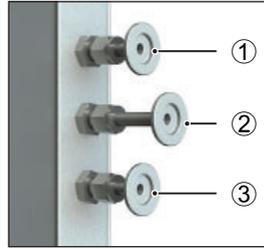
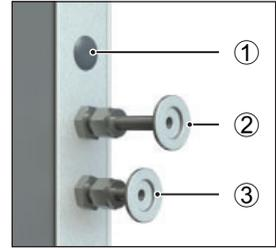

Fig. 21 Conexiones en la parte posterior de los equipos VO 49 Premium y VO 101 Premium
Fig. 22 Conexiones en la parte posterior de los equipos VO 29 Premium y de todos los modelos estándar
Conecte la conexión de vacío en la parte posterior del equipo (Fig. 21 y Fig. 22 ③), con ayuda de la manguera de conexión, con la conexión de la bomba de vacío del módulo de bombeo u otra bomba de vacío adecuada.
Conecte el cilindro de gas inerte (reductor de presión) con una manguera de conexión con conexión DN 16 KF con la conexión en la parte posterior del equipo (Fig. 21 ②). Ajuste el reductor de presión de 1,0 a 1,2.